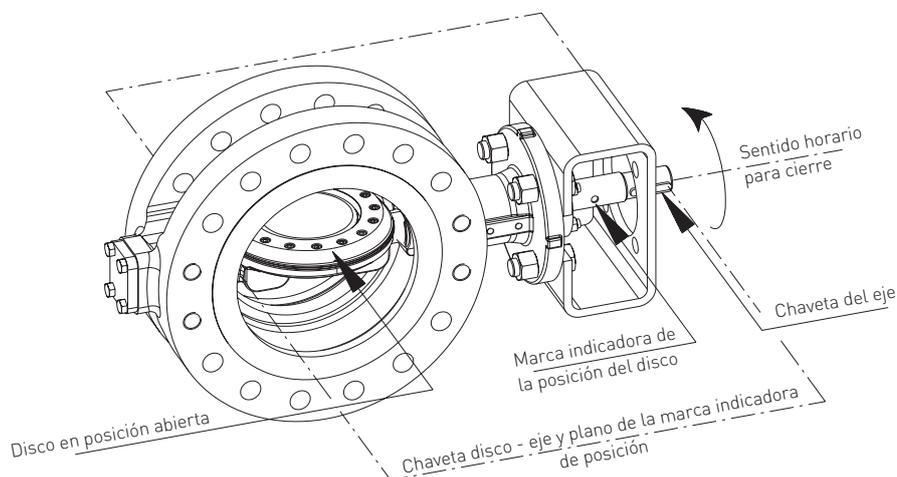
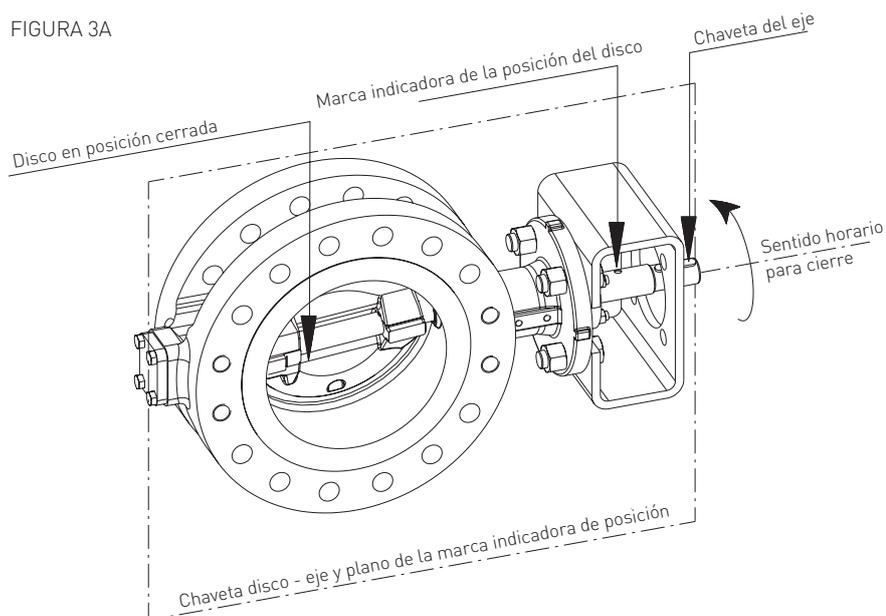

FIGURA 3A
FIGURA 3B
2. Compruebe el funcionamiento de la válvula accionándola hasta las posiciones "totalmente abierta" y "totalmente cerrada". Para verificar la orientación de la válvula, la marca indicadora de posición del disco en el eje (durante el ciclo normal de apertura a cierre) debe girar hacia la derecha desde la posición alineada con la tubería (consulte la figura 3A) hasta una posición en paralelo a las bridas de la tubería (consulte la figura 3B).